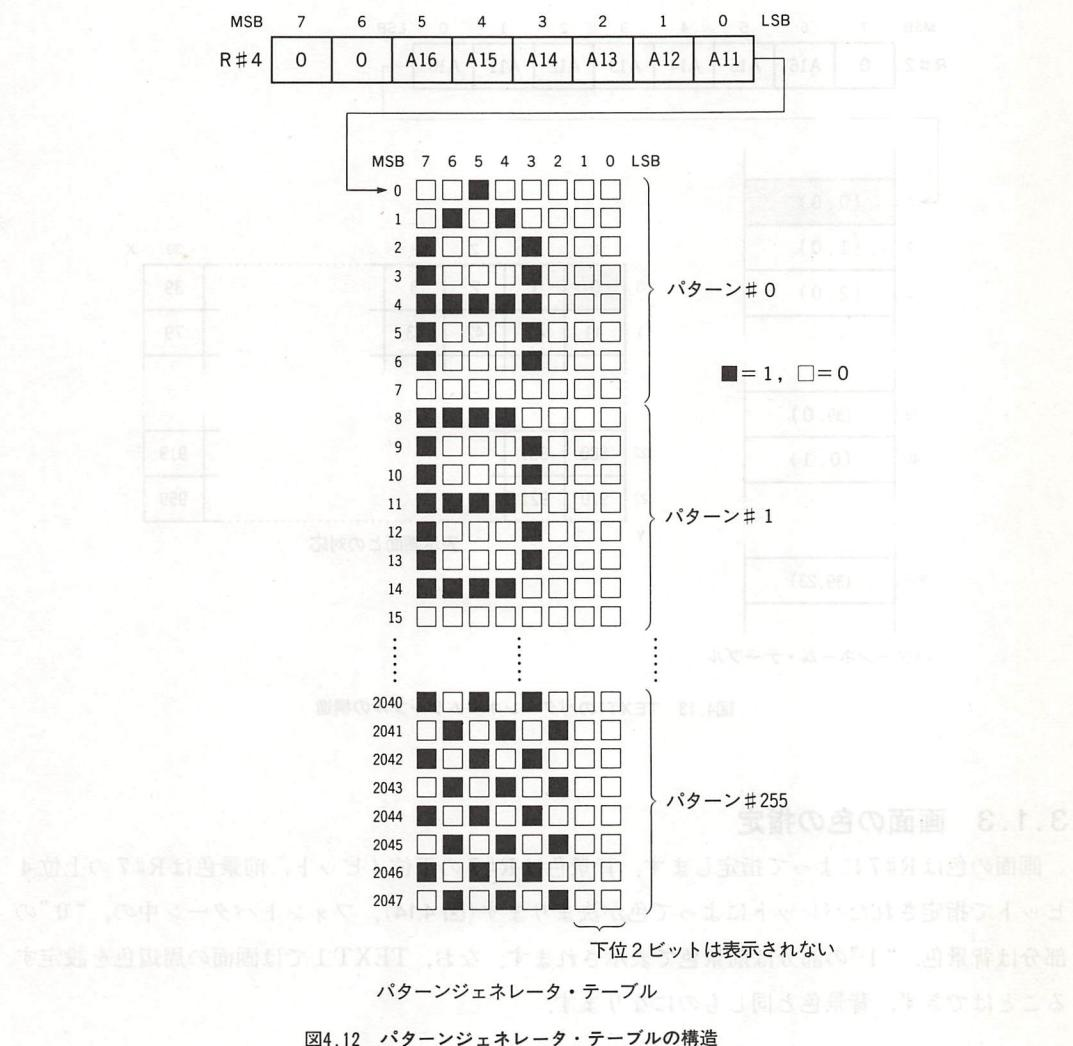

図4.12 パターンジェネレータ・テーブルの構造
ジェネレータ・テーブルの先頭アドレスの上位 6 ビット (A16~A11)のみであり、アドレスの下位 11 ビット (A10~A0) は常に “00000000000” であるとみなされます。したがって、パターンジェネレータ・テーブルが設定可能なアドレスは、00000H から 2 K バイト単位の位置になります。BASIC からは、このアドレスを BASE(2) というシステム変数を用いて参照できます。図 4.12 はパターンジェネレータ・テーブルの構造です。